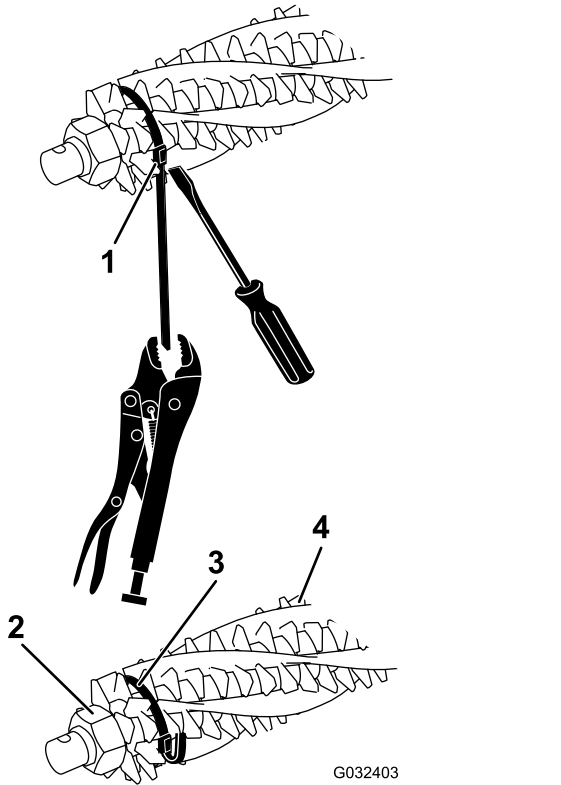
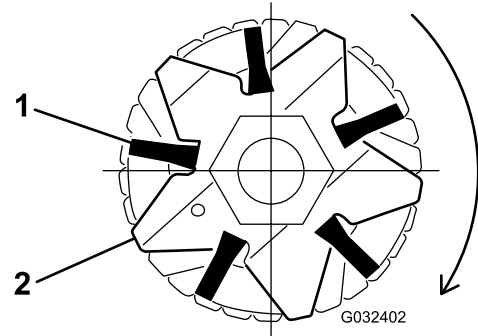

Bild 19
Bild 21
2. Lockern Sie die Befestigungsmuttern des Groomermessers an beiden Enden der Groomerwelle (Bild 19).
4. Stellen Sie sich, dass die Bürsten in den Schlitten des Groomermessers sitzen (Bild 19 und Bild 21).
5. Wickeln Sie die Riemen lose um die Spindelwelle des Groomers und der Bürsten, wie in Bild 19 abgebildet; setzen Sie die Riemen in die Rillen in den Bürsten ein Bild 21.
Hinweis: Wenn die Kehrbürsten nicht richtig in den Messerschlitzen sitzen, lösen Sie an jeder Seite der Groomerwelle die Befestigungsmuttern des Groomermessers, positionieren Sie die Kehrbürsten richtig in den Messerschlitzen und ziehen Sie die Befestigungsmuttern des Groomermessers an (Bild 19).
Sie den Riemen fest, bis er in den Bürstenrillen arretiert (Bild 19).